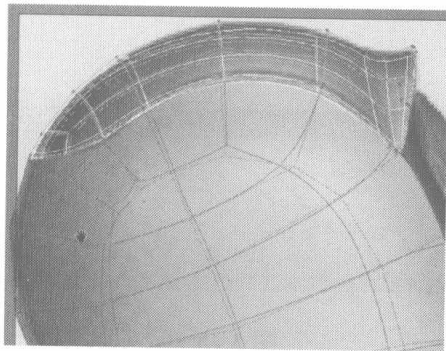

图 3.50
- 16 单击右键，在弹出的快捷菜单中选择 Unhide All 命令，显示隐藏的物体，然后对照贴图继续细致地调整物体上的各个节点，如图 3.50 所示。